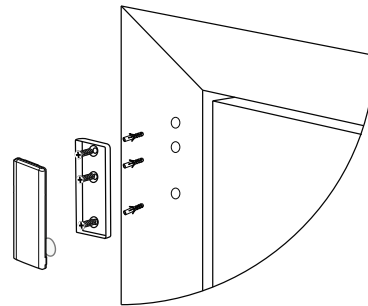

Figura 5: Instalación con tornillos del dispositivo
2. Atornille la base del aparato en el marco de la puerta. Ver Figura 5.